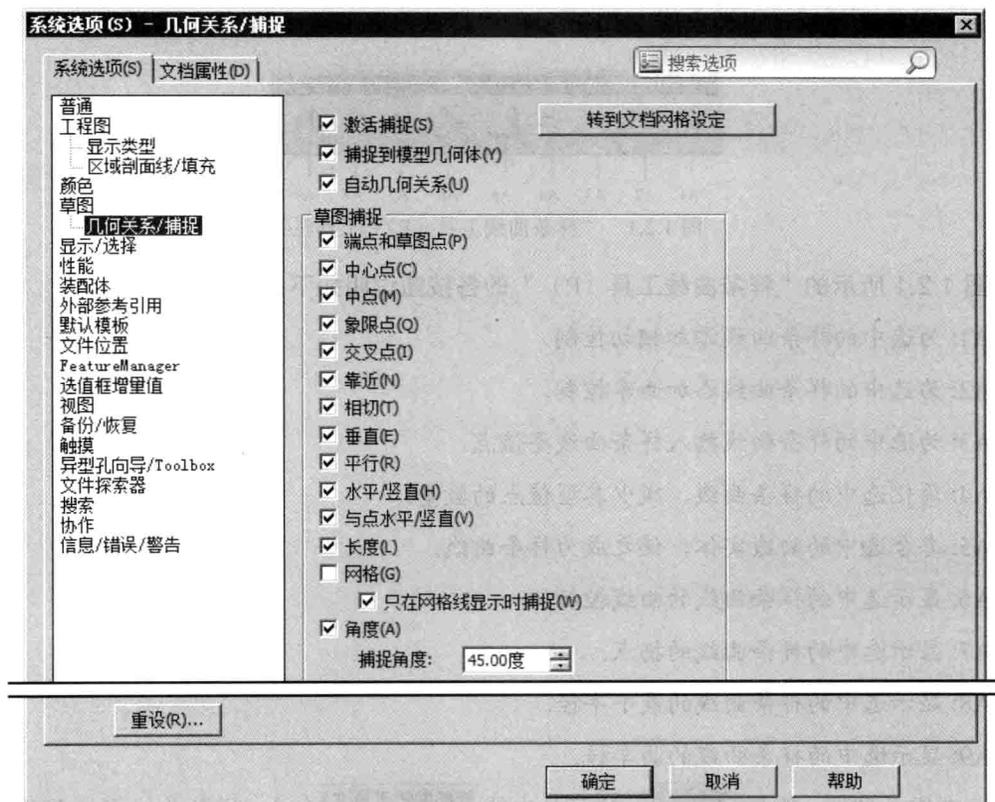

图 1.1.4 “系统选项 (S)-几何关系/捕捉”对话框
Step2. 在“系统选项(S) - 普通”对话框的 **系统选项(S)** 选项卡左侧的列表框中单击 **几何关系/捕捉** 选项，选中图 1.1.4 所示的所有自动捕捉选项，在 **角度(A)** 复选框下的